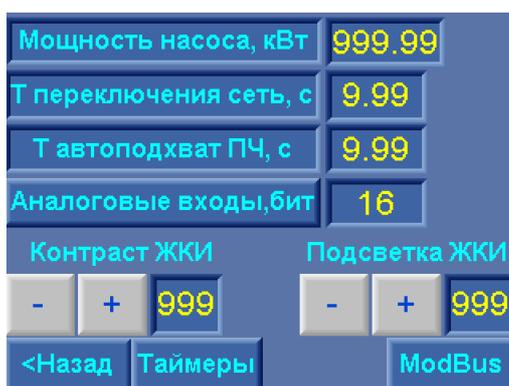
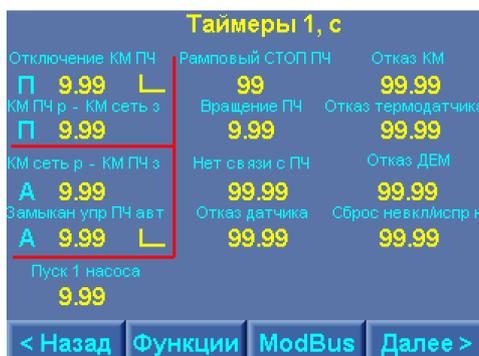
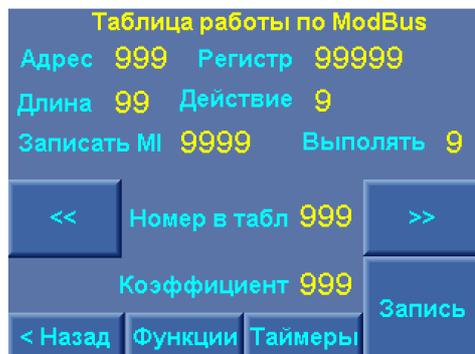

Рис. 2.1П. Меню Функции
Рис. 3.1П. Меню Таймеры 1
Рис. 6.1П. Меню настройки протокола ModBus
- изображение красного индикатора – управление комплексом заблокировано из меню Функции (рис. 2.1П). При блокировке управления появляется красный индикатор. В строке состояний Главного меню индицируется «Блокировка».
При вводе мощности насоса в меню Функции (рис. 2.1П) в меню Таймеры 1 изменится значение T2: $T_2 = (T_p f(P \text{ насоса}) - T_1)$. Время T1 при вводе мощности не рассчитывается, является постоянной введенной величиной (выделено символом). Рекомендуемое значение – 0,02 секунды.
При изменении параметра T отключения КМ ПЧ изменится общее время переключения насоса к сети в меню Функции (рис. 2.1П).
Значения таймеров T КМ ПЧ p – КМ сеть з, (T3), T замыкания цепи управления ПЧ (T4) могут вводиться прямой записью. При этом изменится значение времени T автоподхват в меню Функции (рис. 2.1п).
- Возврат в Главное меню – таймер перехода в Главное меню при нахождении в любом другом меню, кроме меню Управления насосами (рис. 3.1), меню Рампы (рис. 3.2), меню Тренды (рис. 2.6);
При нажатии клавиши «<Назад» меню – возврат в меню Таймеры 2, наладка (рис. 4.1П), при нажатии клавиши «Функции» - переход к меню Функции (рис. 2.1П); при нажатии клавиши «ModBus» - переход к меню «ModBus» (рис. 6.1П).
На экране меню (рис. 6.1П) для добавления нового устройства необходимо ввести
При нажатии клавиши **«< Назад»** производится выход в Главное меню настройки (рис. 1.1П), при нажатии клавиши **«Функции»** - переход в меню Функции (рис. 2.1П), При нажатии клавиши **«Таймеры»** - переход в меню Таймеры 1 (рис. 3.1П).